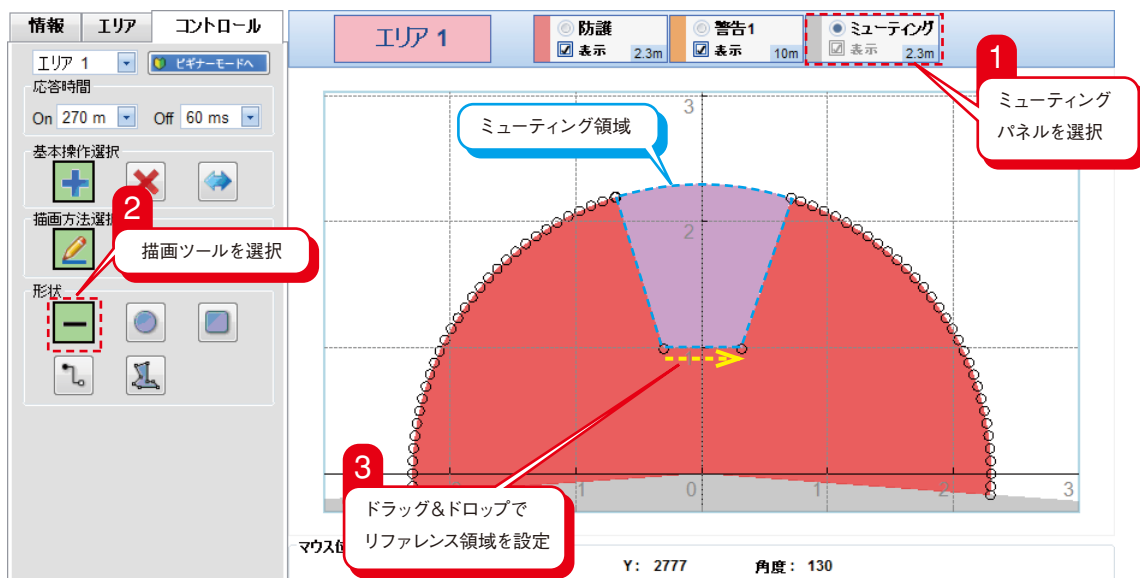

図7-49. ミューティング領域の設定
- ミューティング領域は、図7-49に示すように紫色で表示されます。